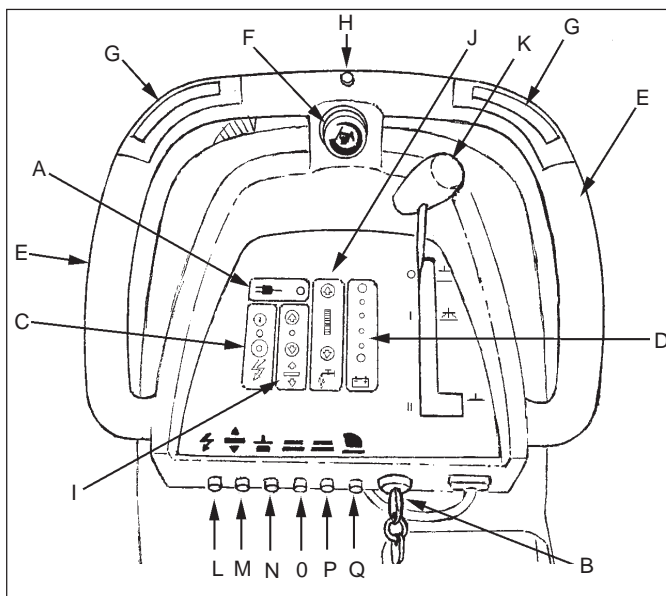

Figure 3
Indicateur d'alimentation électrique (Voir Figure 3, Article « A »)
Interrupteur à clé (Voir Figure 3, Article « B »)
Boutons ON/OFF (Voir Figure 3, Article « C »)
Niveau de la batterie (Voir Figure 3, Article (D))
Poignées de commande (figure 3, E)
Sélecteur de la vitesse de traction (figure 3, F)
Interrupteur Avant/Arrière (Voir Figure 3, Article « G »)
Interrupteur de marche arrière (figure 3, H)
Boutons du moteur de la brosse (Voir Figure 3, Article « I »)
Boutons de contrôle de la solution (Voir Figure 3, Article « J »)
Interrupteur du moteur de l'aspirateur (Voir Figure 3, Article « K »)
Coupe-circuits (Figure 3, Articles « L », « M », « N », « O », « P » & « Q »)